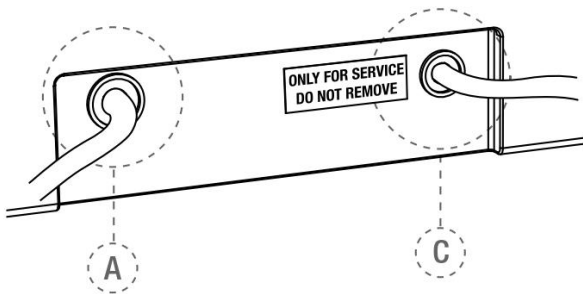

Fig. 2 Cara posterior de la unidad central
b. Inserte la clavija del cargador de la batería en la conexión (A, véase Fig. 2) situada en la cara posterior del aparato (en el capítulo 7.3.3. se proporcionan más detalles).
d. Enchufe el cable del pedal en la conexión situada en la cara posterior del aparato (C, véase Fig. 2).